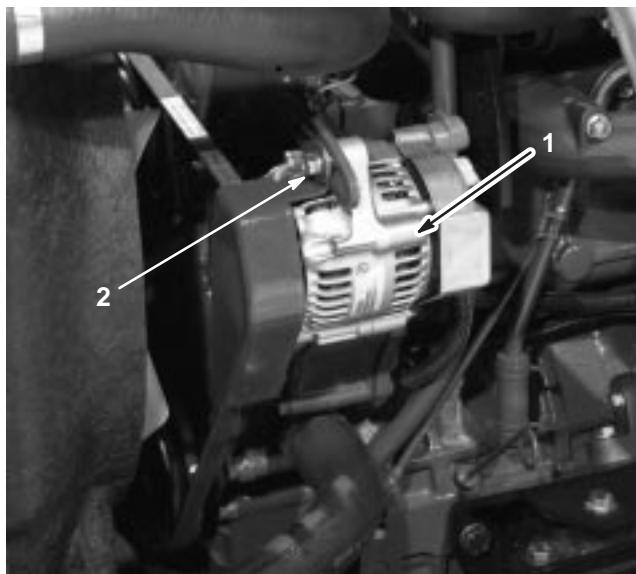

Bild 55
Kontrollieren Sie den Zustand und die Spannung der Treibriemen (Bild 55) alle 100 Betriebsstunden.
- Lockern Sie bei einer Durchbiegung von mehr oder weniger als 10 mm die Befestigungsschrauben der Lichtmaschine (Bild 55). Erhöhen oder reduzieren Sie die Spannung des Lichtmaschinen-Treibriemens und ziehen Sie die Schrauben wieder fest. Prüfen Sie die Riemenspannung noch einmal auf korrekte Einstellung.